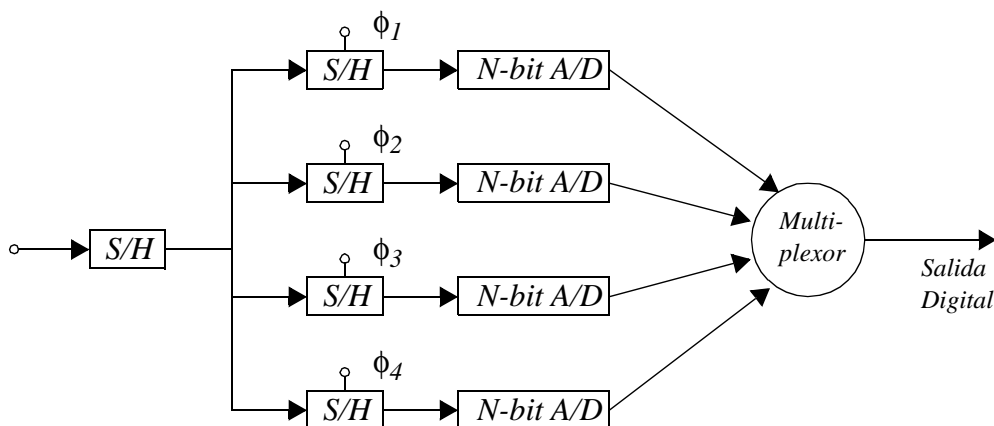

Figura 8: Convertidor A/D con cuatro canales de entrelazado temporal.
3.23) Dibuje las formas de onda de los relojes de los bloques de muestreo/retención para el convertidor de entrelazado temporal mostrado en la Figura 8